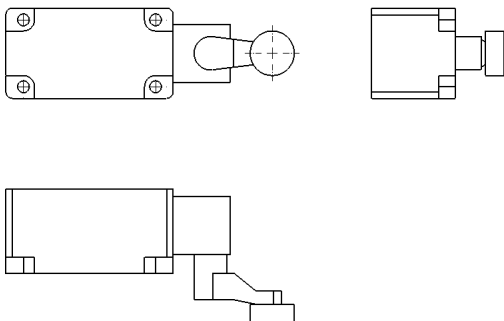

图 12-11 旋转视图对象
(5) 执行操作后，即可旋转视图对象，效果如图 12-11 所示。